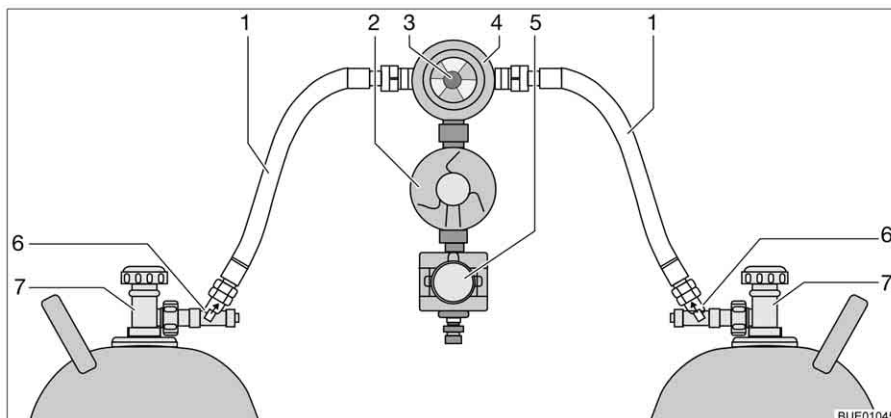

Fig. 81 Impianto di commutazione Crash Protection Unit
La Crash Protection Unit consiste di due limitatori di flusso con sblocco manuale (Fig. 81,6), di una valvola di commutazione (Fig. 81,4) con regolatore di pressione (Fig. 81,2), di una elettrovalvola (Fig. 81,5) e di una centralina di controllo con LED a tre colori. La valvola di commutazione viene montata tra i due tubi del gas (Fig. 81,1).
Con la manopola (Fig. 81,3) sulla valvola di commutazione è possibile stabilire, quale delle bombole del gas viene utilizzata come bombola in uso e quale bombola del gas viene utilizzata come bombola di riserva.
Sulla centralina di controllo (Fig. 82) possono venire azionate solo le funzioni elettriche. Le valvole principali di arresto delle bombole del gas (Fig. 81,7) e gli sblocchi (Fig. 81,6) devono essere aperti a mano.
- Aprire le valvole principali di arresto delle bombole del gas (Fig. 81,7).
- Premere gli sblocchi (Fig. 81,6) uno dopo l'altro per 10 secondi.
- Con la manopola (Fig. 81,3) sulla valvola di commutazione (Fig. 81,4) selezionare la bombola del gas, da cui proviene la principale alimentazione del gas (bombola in uso).
- Chiudere le valvole principali di arresto delle bombole del gas (Fig. 81,7).